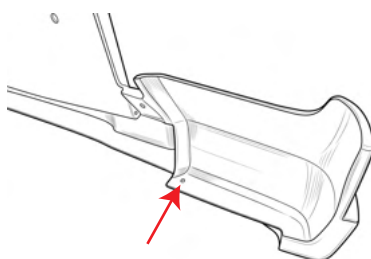
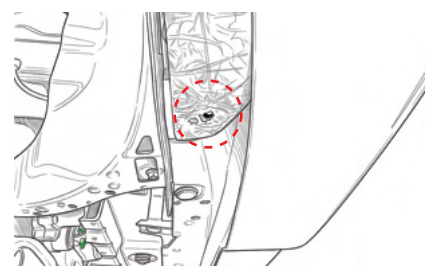

図3
図4
3. ハーフスポイラー本体を車両に押し付けた状態で、製品下部の穴(図3)に合わせた下穴を純正バンパーにあけ、付属のタッピングビスにてハーフスポイラー下部を固定(図4)し作業終了です。